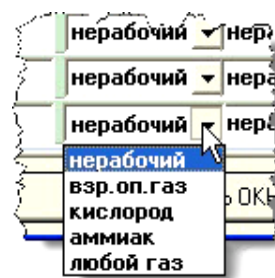

Рис.5-3. Выпадающий список
Поле «*Назначение канала*» (11) отображает, задействован ли соответствующий канал пульта, и на какой тип газа он настроен. Первоначально программа устанавливает для всех каналов исходное значение «*НЕРАБОЧИЙ*». Чтобы изменить эту установку, выбирают подходящий пункт из выпадающего списка (рис.5-3). Список вызывается щелчком мышью по стрелке справа от поля или по самому полю. Для каналов, к которым датчики не подсоединены, надо оставить значение: «*нерабочий*». Для остальных каналов надо выбрать соответствующий подключённому датчику тип газа. Несколько наиболее распространённых типов газа уже содержатся в выпадающем списке. При выборе такого газа все связанные с ним параметры автоматически вводятся в поля данной строки.